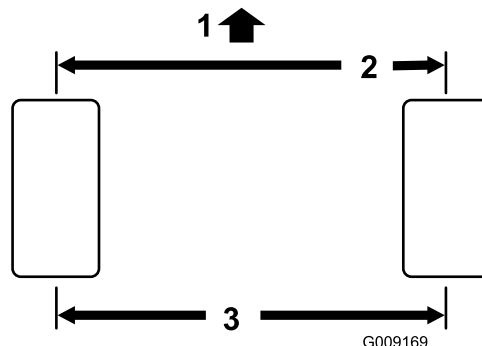

Bild 70
1. Messen Sie den Abstand vorne und hinten an den Lenkreifen Mitte-zu-Mitte (auf Achshöhe). Der Wert für vorne darf höchstens 3 mm kleiner sein als der Wert für hinten (**Bild 70**).